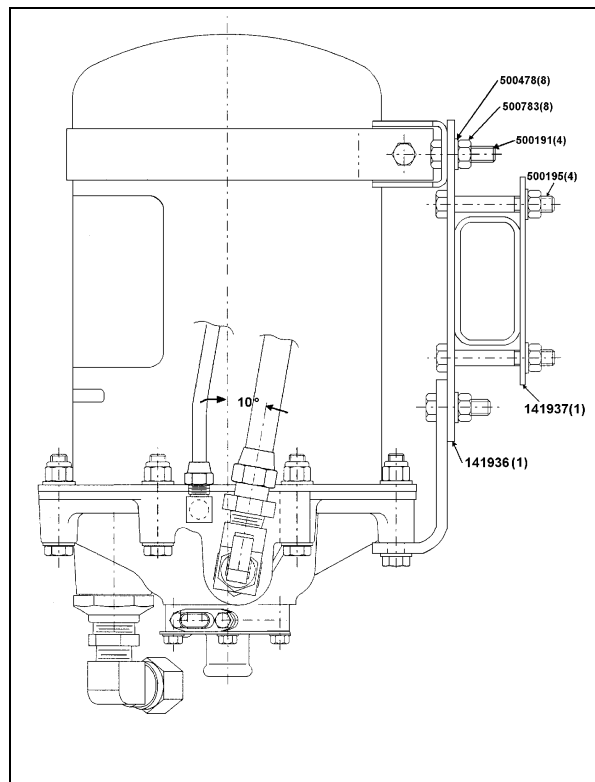

FIGURE 2: ASSÉCHEUR D'AIR BENDIX AD-9
8. Assembler l'assécheur d'air Bendix AD-9 selon la figure 2 et ajouter la plaque de support (Prévoist no 141936).